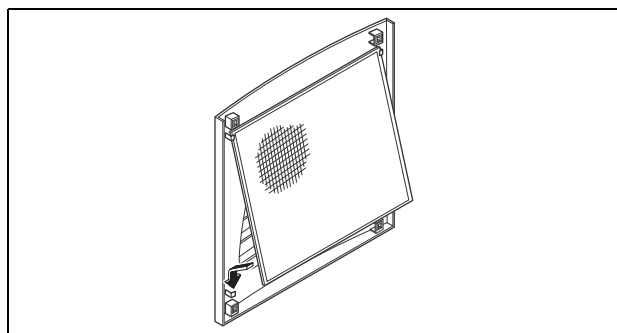

Fig. 26 : Montage de la cartouche filtrante
- Poser la cartouche filtrante dans la grille à lamelles (voir fig. 26) et la remettre en place en exerçant une simple pression sur les clips de fixation.